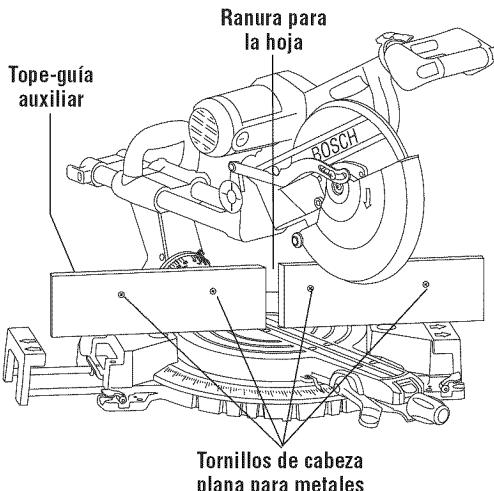

Figura 22. Tope-guía auxiliar
1. Coloque un pedazo de madera contra el tope-guía de la sierra para cortar ingletes (Figura 22). (La madera puede tener una altura máxima de 4-1/2"). Compruebe que el ensamblaje del cabezal no interfiera con el tope-guía auxiliar.)